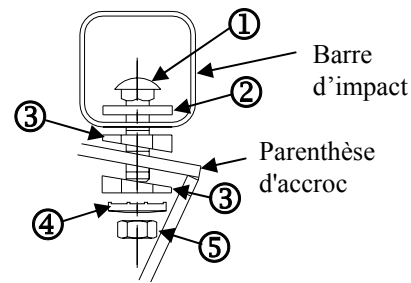

Figure 2.
①	Qté. (2)	Boulon de carrosserie 1/2-13 X 2.25 GR5	⑤	Qté. (2)	Ecru hexagonal 1/2-13
②	Qté. (2)	Espaceur	⑥	Qté. (2)	Boulon hexagonal 1/2-13 X 1.50 GR5
③	Qté. (4)	Biseauté Espaceur	⑦	Qté. (2)	Écrou de levier
④	Qté. (4)	Rondelle conique	⑧	Qté. (2)	Fil de tirage
- Fixer les blocs avec du ruban avant de soulever l'attelage en position. Orienter le blocs comme illustré. Voir la Figure 2.
- Courber et insérer les écrous de levier dans les trous d'accès du cadre et installer deux (2) boulons 1/2"-13 et leurs rondelles coniques, comme illustré.